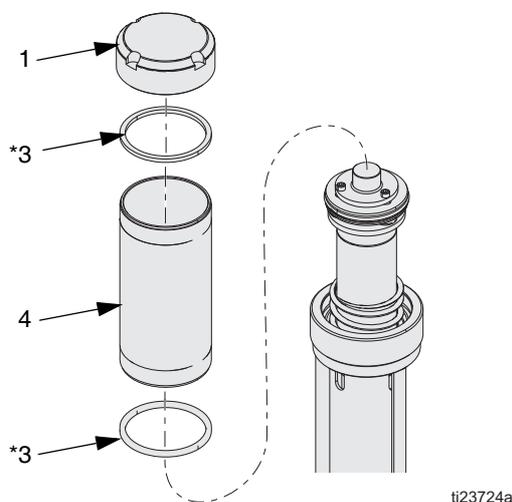

FIG. 10
1. Rimuovere la calotta (1), il cilindro (4), e le guarnizioni quadrate (3\*). Ispezionare tutte le parti, incluso le molle sotto la calotta (non mostrate in FIG. 10) e sostituirle se necessario. Vedere FIG. 10. Svitare a mano o usare una chiave a catena, per evitare di deformare il cilindro.